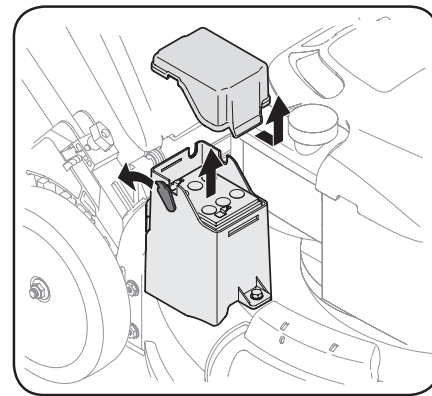

Figura 4-7
- Quite los conductores positivos y negativos de la batería y tire hacia arriba la batería para retirarla. Vea la Figura 4-7.